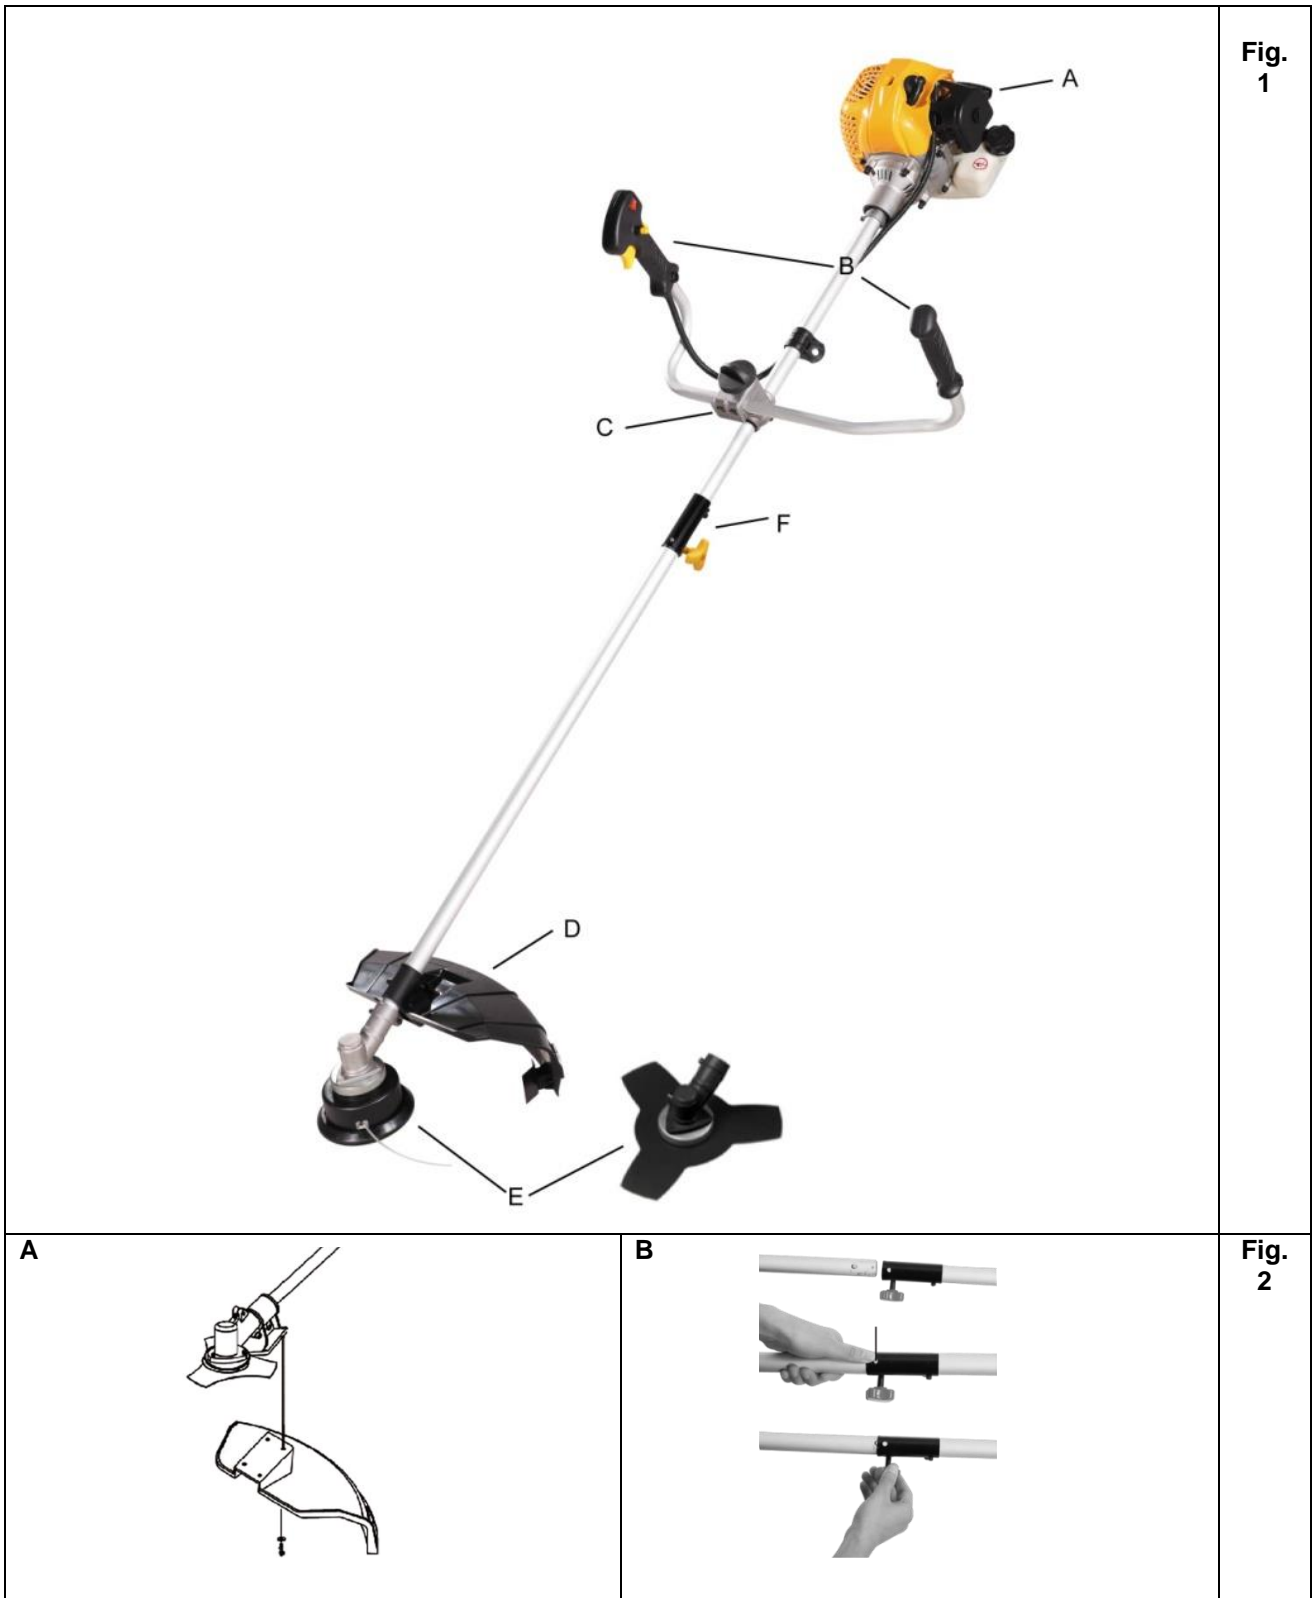

Fig. 3
Følg procedure vist i Fig.2-A, Fig.2-B og Fig.3
3. Monter gashåndtag samt greb som vist i Fig.3. Sørg for, at maskinen er i balance og bolte er stramme.
Følg procedure vist i Fig.2-A og Fig.3
2. Monter gashåndtag samt greb som vist i Fig.3. Sørg for, at maskinen er i balance og bolte er stramme.